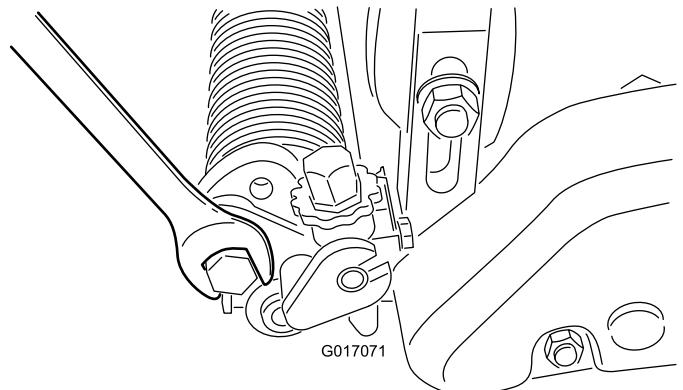

図 21
- A. 左右のグルーマアームのボルトをゆるめる図 21。
- C. ボルトを締めて調整を固定する図 21。